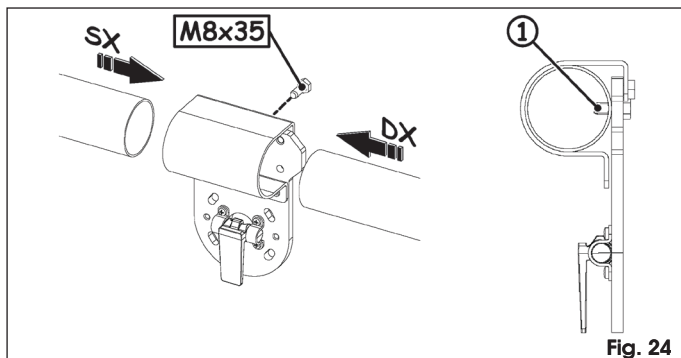

Fig. 24
**Su un'estremità dell'asta è stato ricavato un foro. Il foro deve essere orientato in modo tale da permettere l'inserimento della vite di sicurezza, Fig. 24 rif. ①, evitando così che l'asta possa scivolare verso il basso quando si trova in posizione verticale.**